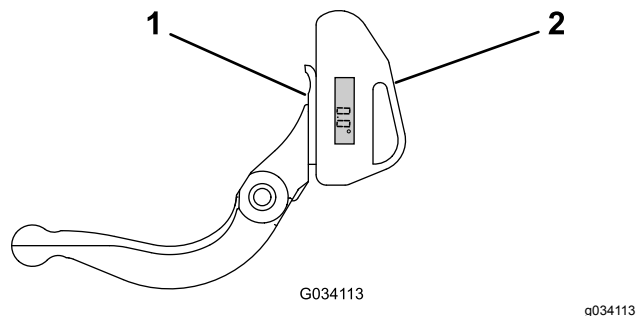

Bild 25
- Positionieren Sie den Neigungsmesser an der Unterseite des Untermessers, wie in Bild 25 abgebildet.